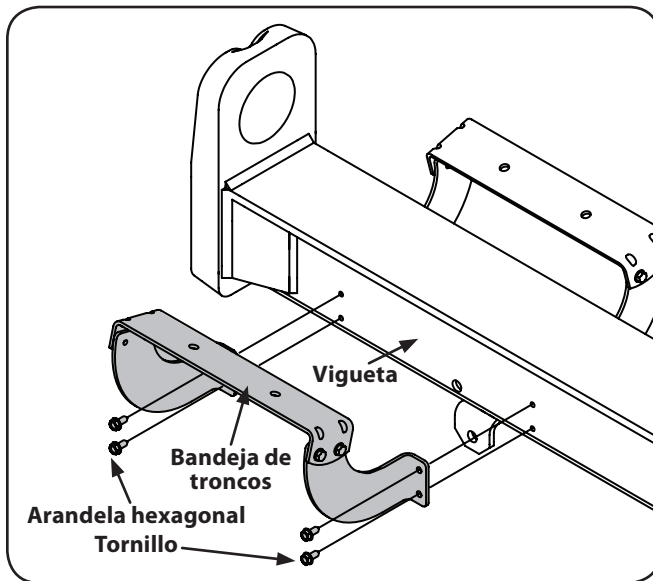

Figura 3-7
18. Vuelva a colocar el bandeja de troncos al costado de la vigueta con la válvula de control, alineando los orificios del bandeja con los orificios de la vigueta. Vea la Figura 3-7.